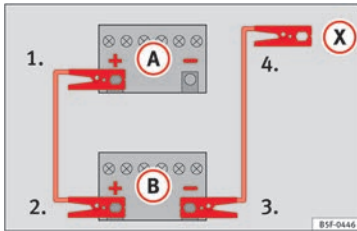

Abb. 86 Anschlussschema für Fahrzeuge ohne Start-Stopp-System.
mit der entladenen Fahrzeugbatterie A » Abb. 86.
4. Bei Fahrzeugen ohne Start-Stopp-System: ein Ende des schwarzen Starthilfekabels an den Negativpol (-) des Strom gebenden Fahrzeugs B anklemmen » Abb. 86.